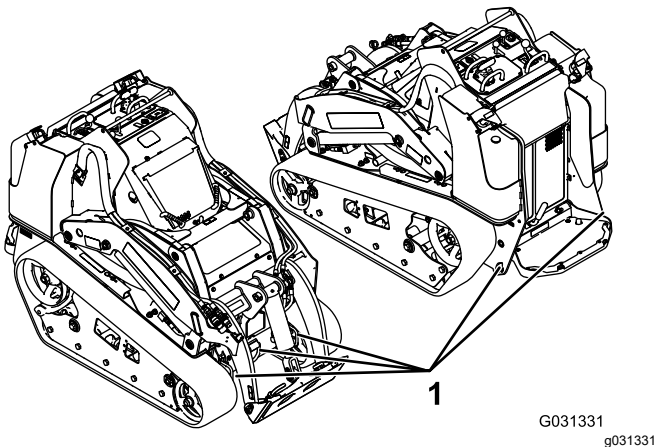

Figura 29
8. Utilizai buclele metalice de legare de pe maină pentru a fixa ferm maina pe remorcă sau camion cu curele, lanuri, cablu sau frânghii (Figura 29). Consultai prevederile locale referitoare la fixare.